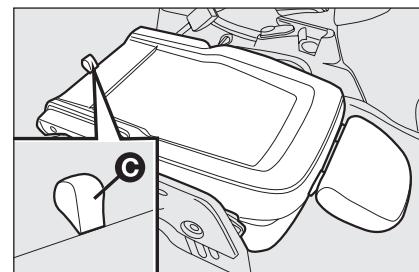

fig. 23
- tirer la languette **C-fig. 23** et pousser ensuite le dossier vers le bas: le siège est alors complètement replié.